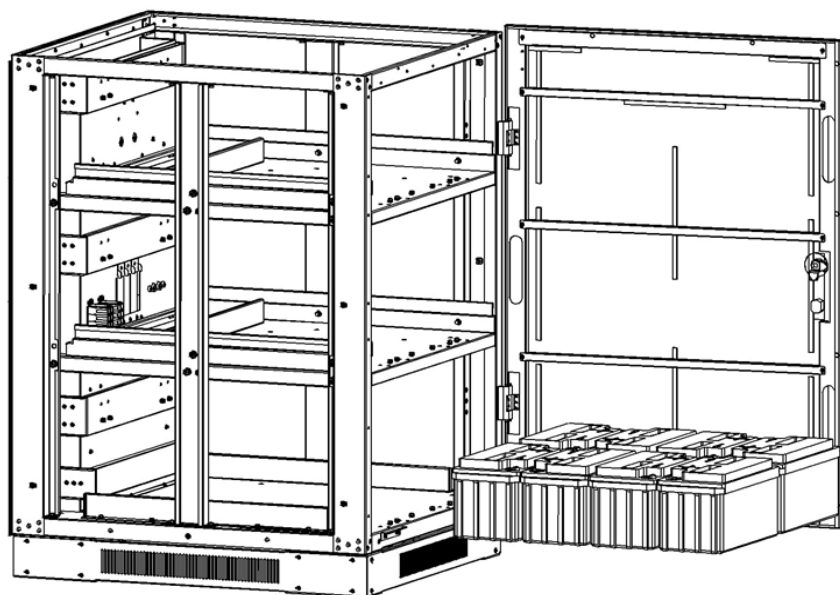
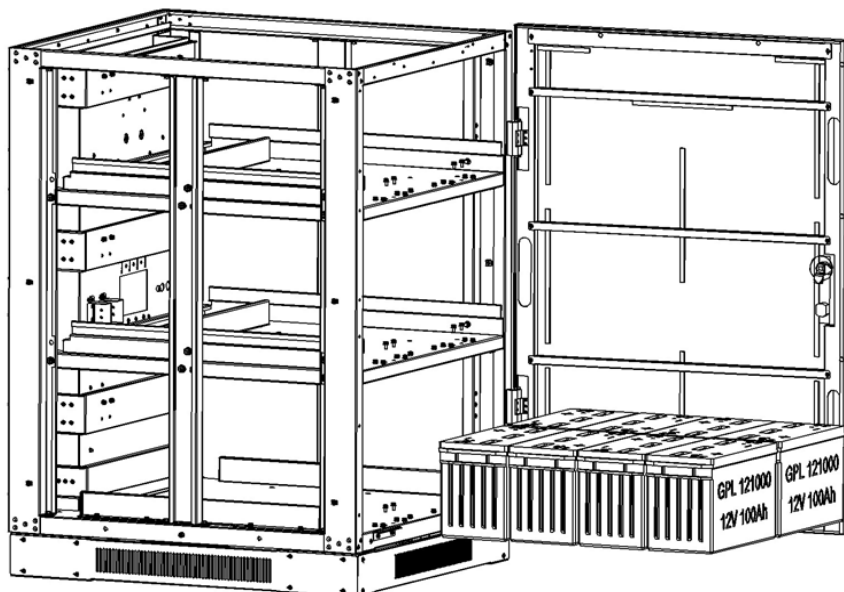

Figura 5-9: Modelo BP240V65-NIB
Figura 5-10: Modelo BP240V100-NIB
4. Instale 8 módulos de baterías en la capa 1 (Figura 5-9: Modelo BP240V65-NIB o Figura 5-10: Modelo BP240V100-NIB).